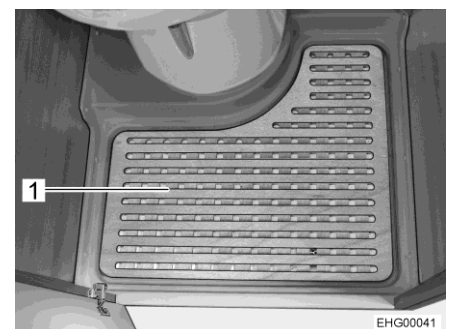

Fig. 102 Placa del fondo de ducha y pon
- Quitar la placa del fondo de ducha y pon (Fig. 102,1) para ducharse.